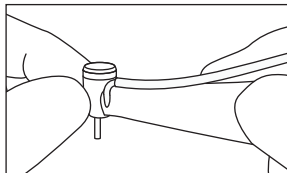

Fig. 10
- 5) Al termine della rotazione, toccare la testina del manipolo per verificare che non si sia surriscaldata (Fig. 10).